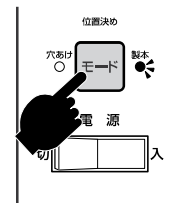

図21
- 2.モードスイッチで製本モードを選択し、製本ランプが点滅から点灯に変わるまで2～4分お待ちください。 **図21 参照**